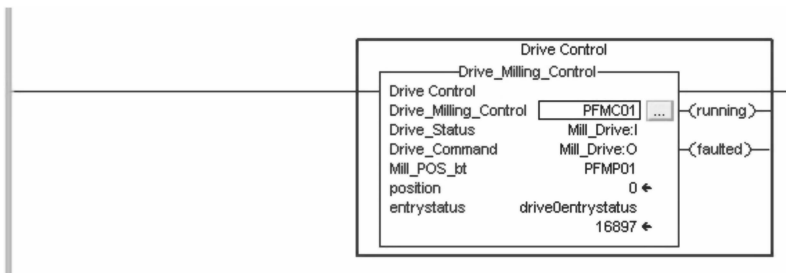

图 20-36 AOI 实例
6. 单击该按钮，将转到在数据背景中选择的 AOI 实例，如图 20-36 所示。